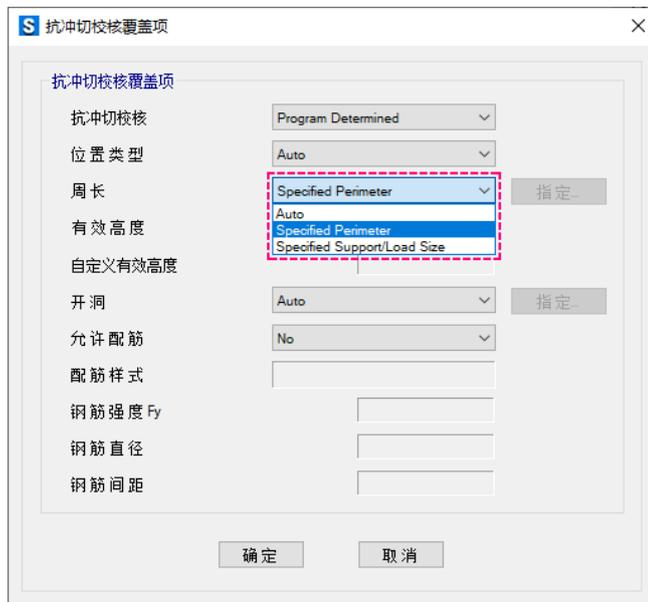

图 4 抗冲切校核覆盖项
2) 桩宜采用“刚域结合点弹簧”的方式模拟。“短柱结合点弹簧”模拟桩相当于短柱和点弹簧串联，会使桩的刚度比实际刚度小，同时短柱的自重会导致计算冲切力时有偏差。建议通过刚域考虑承台与桩的连接，刚域的平面尺寸即换算得到的方桩尺寸（国标设计中圆桩应换算成方桩），厚度同承台。冲切校核中，程序识别点弹簧计算桩的冲切周长，而点弹簧的尺寸为零，所以需要在完成设计后，选择点弹簧节点，点击【设计>混凝土板/梁设计>查看/修改板冲切抗剪校核覆盖项】命令手动设置冲切周长（Specified Perimeter）或支座/荷载尺寸（Specified Support/Load Size），如图 4 所示。